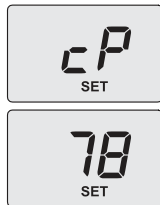

Figura 8.9
- Seleccione el parámetro **3**, en el display LCD las letras **cP** se alternan con el valor de temperatura del agua de calefacción (ej. **78**) y aparece el mensaje **"SET"**, indicando que se ha entrado en la activación de la "función deshollinador" a la potencia máxima en calefacción (Figura 8.9).